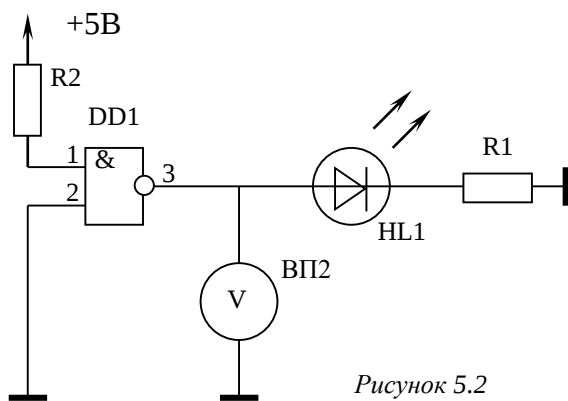

Рисунок 5.2
1. Зібрати схему відповідно до рис.5.2.